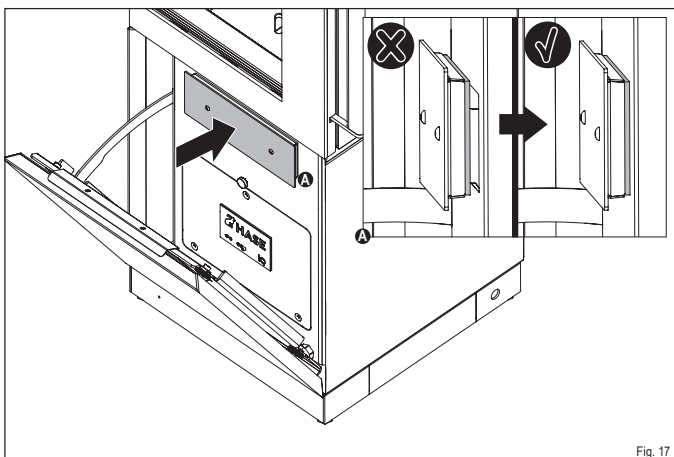

Fig. 17
Lorsque vous insérez le bac à cendres, veillez à ce que le joint soit plaqué (Fig. 17). Ainsi, le processus de combustion n'est pas perturbé par de l'air parasite.
- ✓ Faites glisser le bac à cendres dans l'ouverture de manière à ce qu'il soit hermétiquement fermé (Fig. 17).
- ▶ **Faites glisser le bac à cendres dans l'ouverture (Fig. 17).**